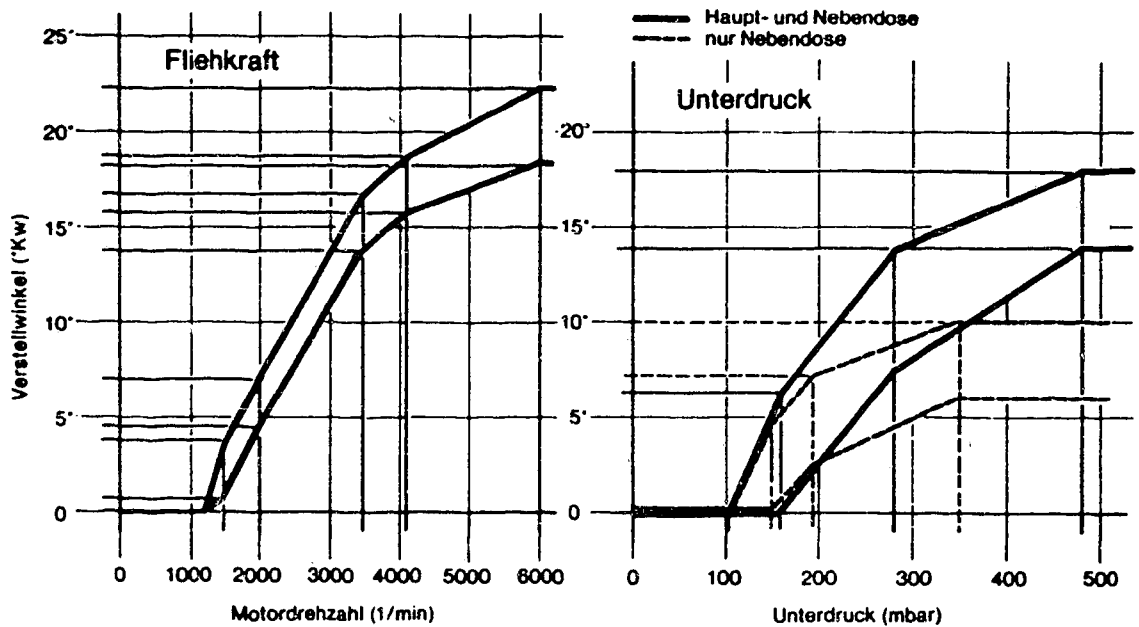

Bild 63 Fliehkraft- und Unterdruckzündverstellung an der Zündspule IIA am Motor 4A-C.
- 6) Die **Unterdruck-Zündverstellung** lässt sich statisch überprüfen, indem an den Dosen Unterdruck angelegt und die Bewegung der Verteilerplatte beobachtet wird. Bei laufendem Motor ist die Verstellung anhand der Diagramme in Bild 63 zu prüfen.